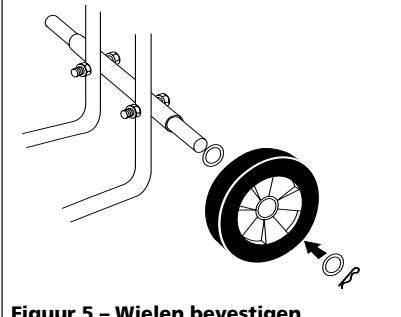

Figuur 4 – Slang bevestigen
5. Bevestig de hogedrukslang aan de pomp en het sputtpistool m.b.v. een 11/16-inch-steeksleutel (zie Figuur 4). Bevestig de zuigmontage nog niet.